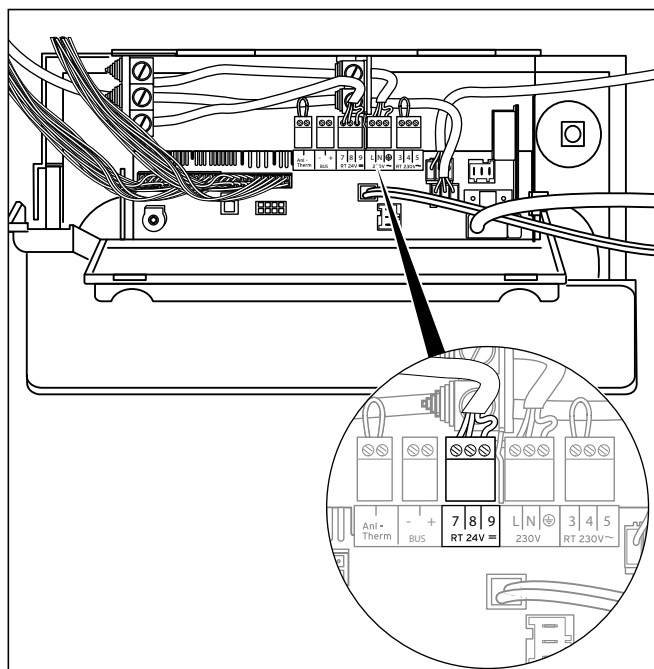

Fig. 5.12 Collegamento di centraline e accessori
- Collegare il cavo di connessione ai connettori ProE corrispondenti o ai relativi slot del sistema elettronico, come illustrato in **fig. 5.12**.